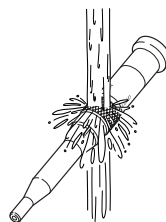

Figura 5.
2. Para enjuagarlo, manténgalo inclinado y lave el área del cuello de fijación con agua corriente para eliminar la solución de limpieza. Véase la figura 5.